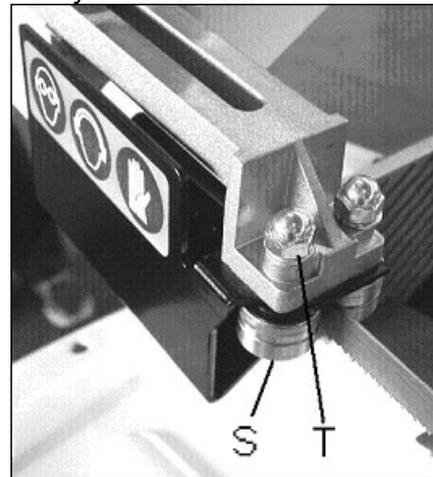

Рис. 7
Ослабьте гайку (T, рис. 7) и поворачивайте ось эксцентрика (S) до тех пор, пока зазор до полотна пилы не составит 0,05 мм. Снова сильно затяните гайку.